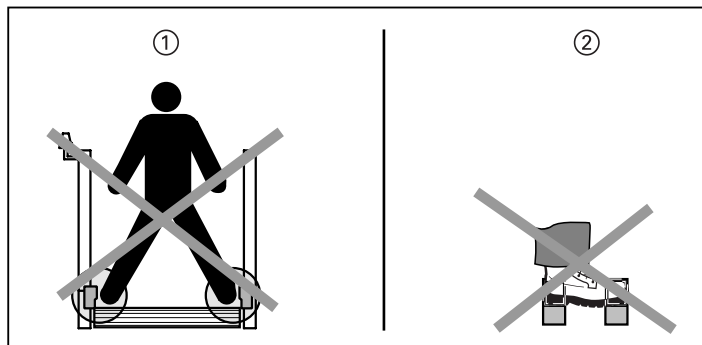

Fig. 2-1: Plassering av muting-sensorer
1. Muting-sensorene må plasseres slik at brokoplingen ikke kan utløses uforvarende av en person (se fig. 2-1).